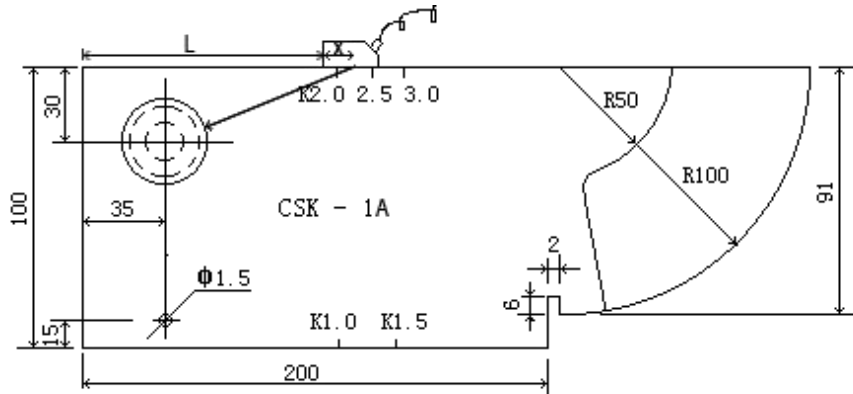
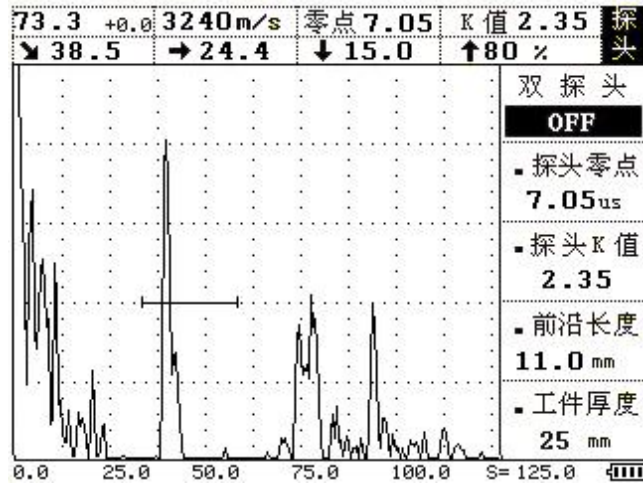

图 4-7
图 4-9
5、校准探头 K 值（角度）：将探头耦合到 CSK- I A 试块上前后移动，如图 4-7，使得 $\phi 50\text{mm}$ 的圆的反射回波达到最高，用钢板尺量出 L，根据 $k=(L+X-35)/30$ 算出 K 值。如图 4-9，按 **探头** 键进入探头菜单，按 **▲**（上）或 **▼**（下）键调整到探头 K 值子菜单，再用 **◀**（左）或 **▶**（右）键调整，使数值等于计算出的 K 值。如图 4-9 所示此时探头 K 值校准完毕。